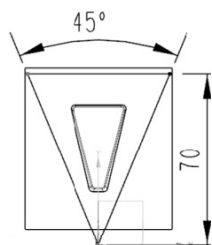

图 13-10 绘制截面
(23) 单击“草图”按钮，以 XOY 平面为草绘平面，绘制一个截面，如图 13-10 所示。